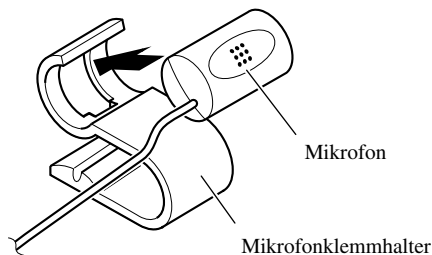

Abb. 16
1. Das Mikrofon im Mikrofonklemmhalter befestigen. (Abb. 16)